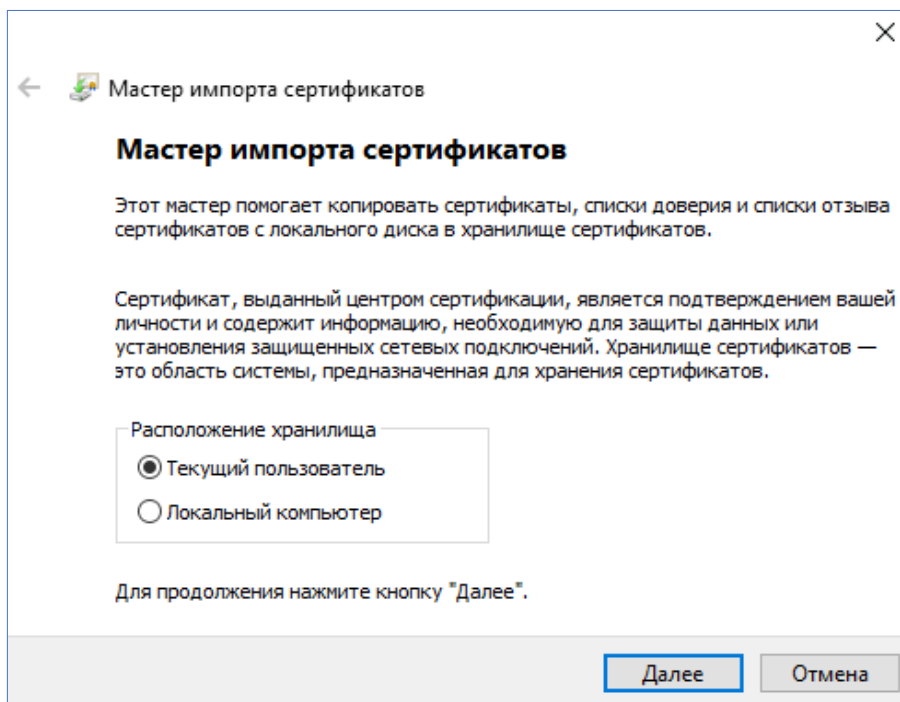

Рисунок 4 – Диалоговое окно мастера импорта сертификатов
- перейдите к файлу *client\_cert.pfx* и дважды щелкните левой кнопкой мыши по названию, запустив мастер импорта сертификатов (Рисунок 4). *\*pfx* – это контейнер, который используется для защиты закрытого ключа и сертификата;